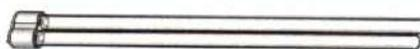

рис.8
- Лампа ультрафиолетовая бактерицидная (рис.8) 8 шт.